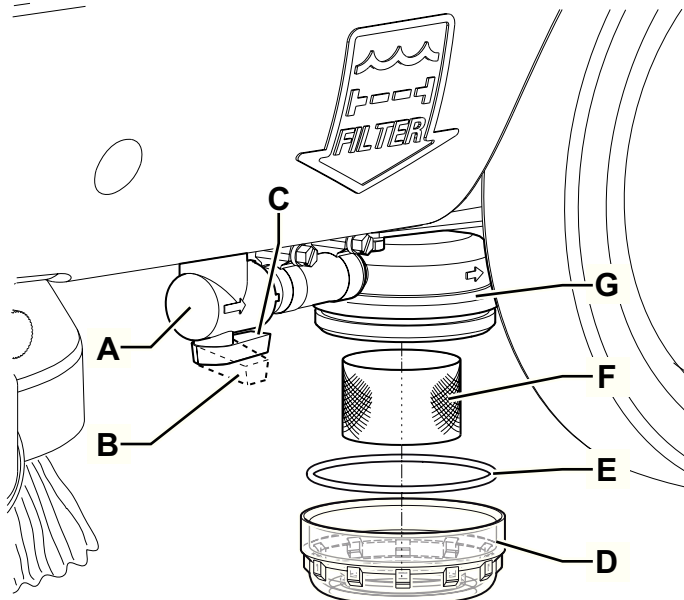

Рис. 9
2. Проверьте, чтобы рукоятка (62) была повернута на «0».
3. Закройте кран раствора (А, Рис. 9) под машиной перед задним левым колесом.